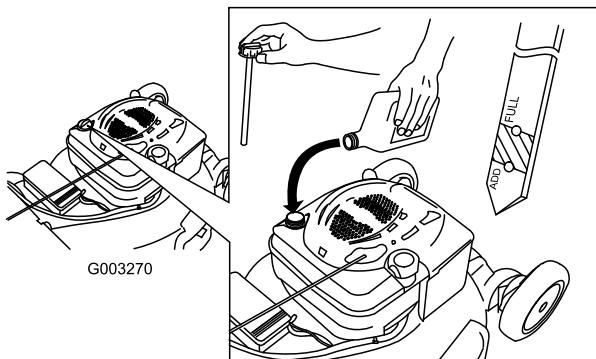

Figure 42
- Versez de l'huile **lentement** dans le goulot de remplissage pour faire monter le niveau de liquide jusqu'au repère du plein (Full) sur la jauge (Figure 42). **Ne remplissez pas excessivement.** (Remplissage max. : 0,59 l (20 oz), type : huile détergente SAE 30W de classe de service API SF, SG, SH, SJ, SL ou supérieure.)